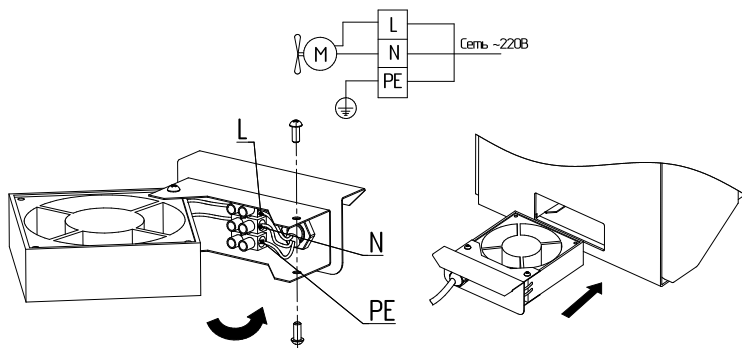

Рис. 4 Установка и подключение вентилятора
6. Установите вентилятор в посадочное место в задней части печи (рис.4.), задвинув до упора.